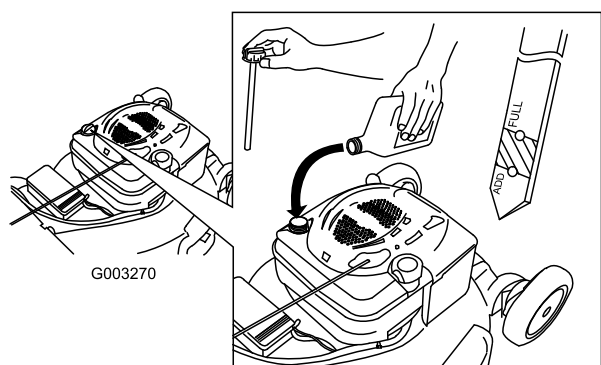

Figure 11
1. Retirez la jauge, essuyez-la sur un chiffon et remettez-la dans le goulot de remplissage (Figure 11).
2. Sortez de nouveau la jauge et contrôlez le niveau d'huile (Figure 11). Si le niveau n'atteint pas le repère minimum (Add) de la jauge, versez **lentement** suffisamment d'huile dans le goulot de remplissage pour faire monter le niveau au repère maximum (Full). **Ne remplissez pas excessivement.** (Remplissage max. : 0,59 l, type : huile détergente SAE 30W de classe de service API SF, SG, SH, SJ, SL ou supérieure.)